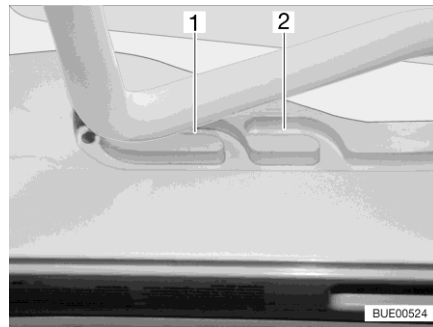

Fig. 30 Guida (posizione di ricircolo d'aria)
È possibile portare l'oblò inclinabile in due posizioni di ricircolo d'aria: Posizione brutto tempo (Fig. 30,1) e posizione centrale (Fig. 30,2).
- Premere la staffa leggermente verso l'alto e spingerla nella guida selezionata (Fig. 30,1 o 2).